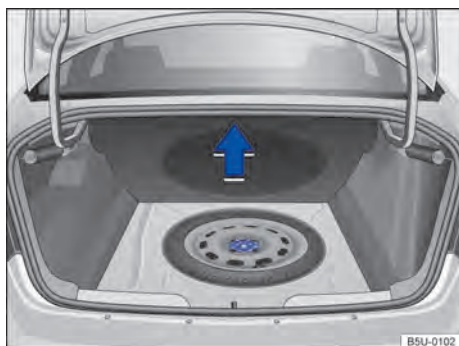

Fig. 147 No compartimento de bagagem, sob o revestimento de assoalho: roda de emergência e ferramentas de bordo.
As ferramentas de bordo e a roda de emergência estão localizadas no compartimento de bagagem, sob o revestimento do assoalho → Fig. 147.
- Levantar o revestimento do compartimento de bagagem → Fig. 147.